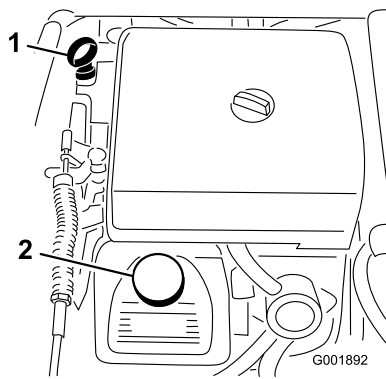

Figure 46
2. Retirez la jauge et essuyez-la sur un chiffon propre (Figure 46). Remettez la jauge dans le tube en vérifiant qu'elle est enfoncée au maximum. Sortez de nouveau la jauge et vérifiez le niveau d'huile.
3. Si le niveau est trop bas, enlevez le bouchon de remplissage du couvre-culasse (Figure 46) et versez la quantité d'huile nécessaire dans l'orifice pour faire monter le niveau jusqu'au repère maximum de la jauge. Versez l'huile lentement et vérifiez souvent le niveau durant la procédure. Ne remplissez pas excessivement.
8. Versez lentement environ 80% de la quantité d'huile spécifiée dans le goulot de remplissage (Figure 46).